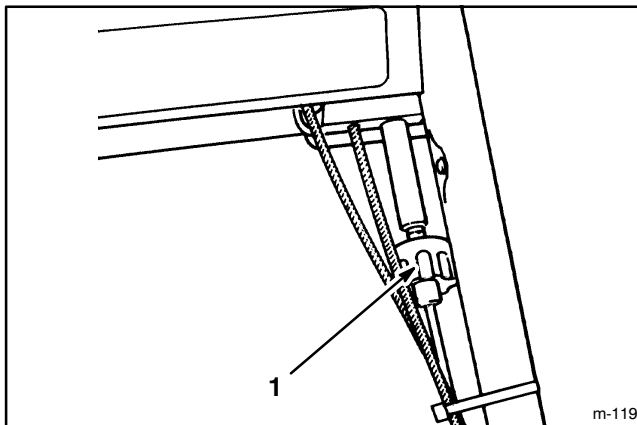

Figure 25
3. Pour régler le câble du dispositif d'entraînement des roues, tourner le bouton situé au-dessous de la partie inférieure gauche du panneau de commande (fig. 25). Tourner le bouton vers la droite (+) pour augmenter la distance entre la barre de commande et le guidon et vers la gauche (-) pour réduire cette distance.